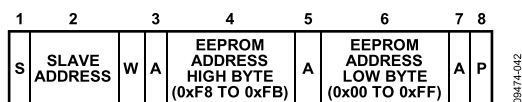

图31. 设置EEPROM地址
- 设置一个2字节EEPROM地址，用于后续的读取、写入、块读取、块写入或页面擦除等操作。这种情况下，命令字节为高字节，即从EEPROM地址0xF8到EEPROM地址0xFB。唯一的数据字节为EEPROM地址的低字节，如图31所示。